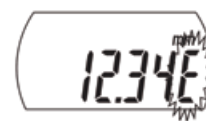

Fig. 2
2. A letra "E" apresentada no mostrador ao final dos dígitos numéricos durante o movimento do fuso, de início não indica uma falha. No entanto, se for exibido continuamente, entre em contato com o nosso serviço de assistência técnica. (Fig. 2)